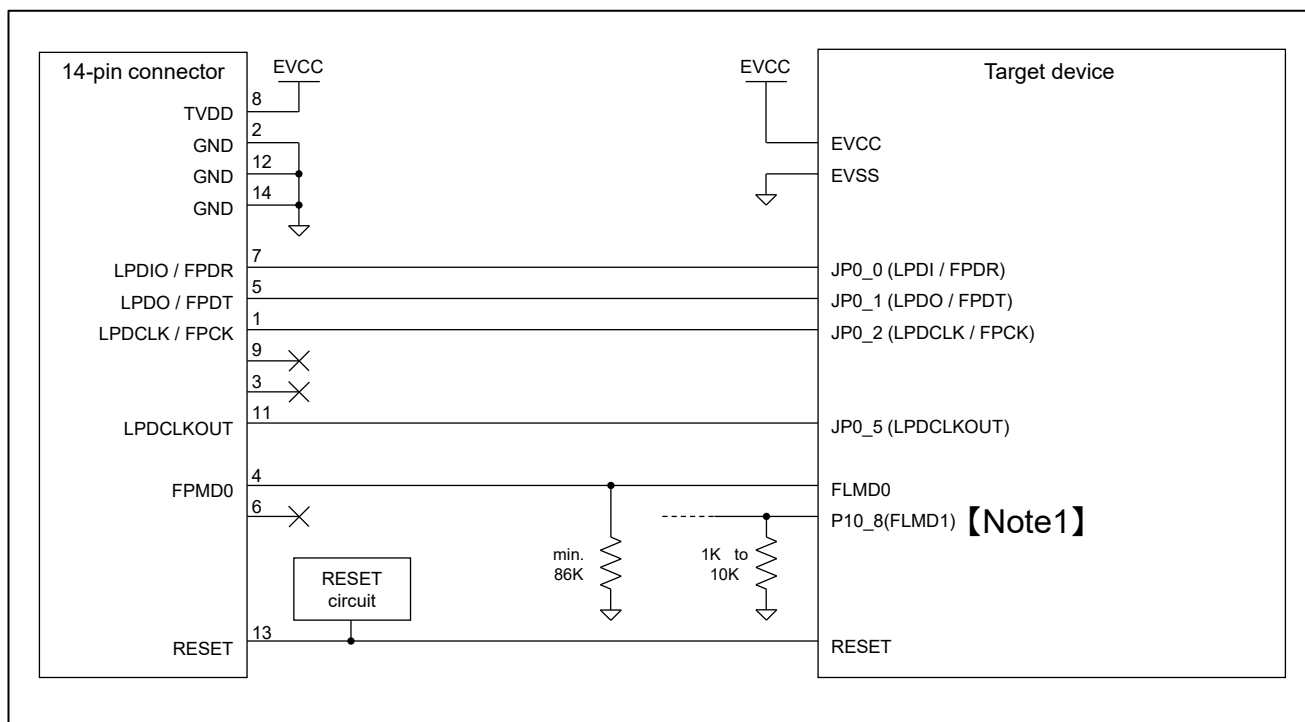

図 2-4 接続例
デバッグ (LPD4pin) とプログラミング (1wireUART または 2wireUART) の両方	図 2-4
- 【Note2】 JPO\_0のプルアップ処理は、LPD1pinを使用する際にのみ必要です。LPD1pinを使用する予定がない場合は、図 2-4に従ってください。